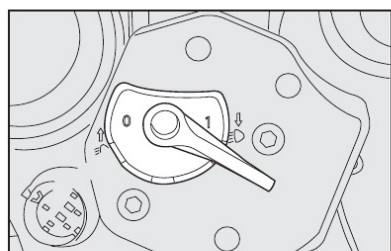

fig. 122
**Posição 1-fig. 122** - com veículo com carga completa.